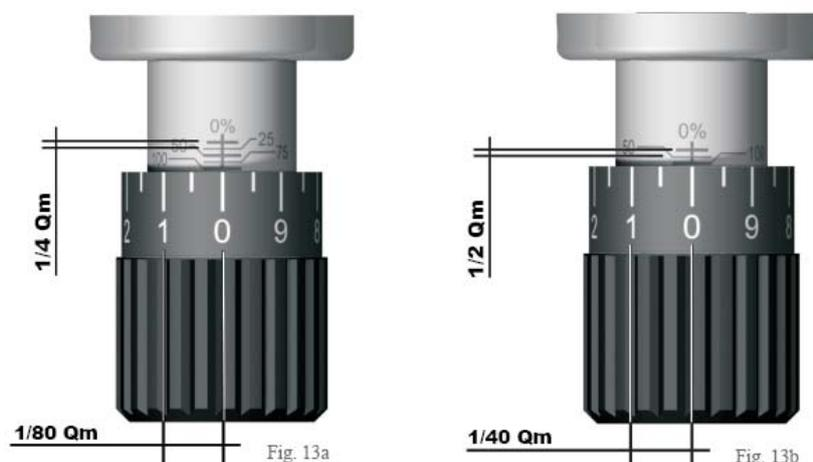

Рис. 13 Настройка манометра
- Проконсультируйтесь с квалифицированным электриком (Рис. 13)